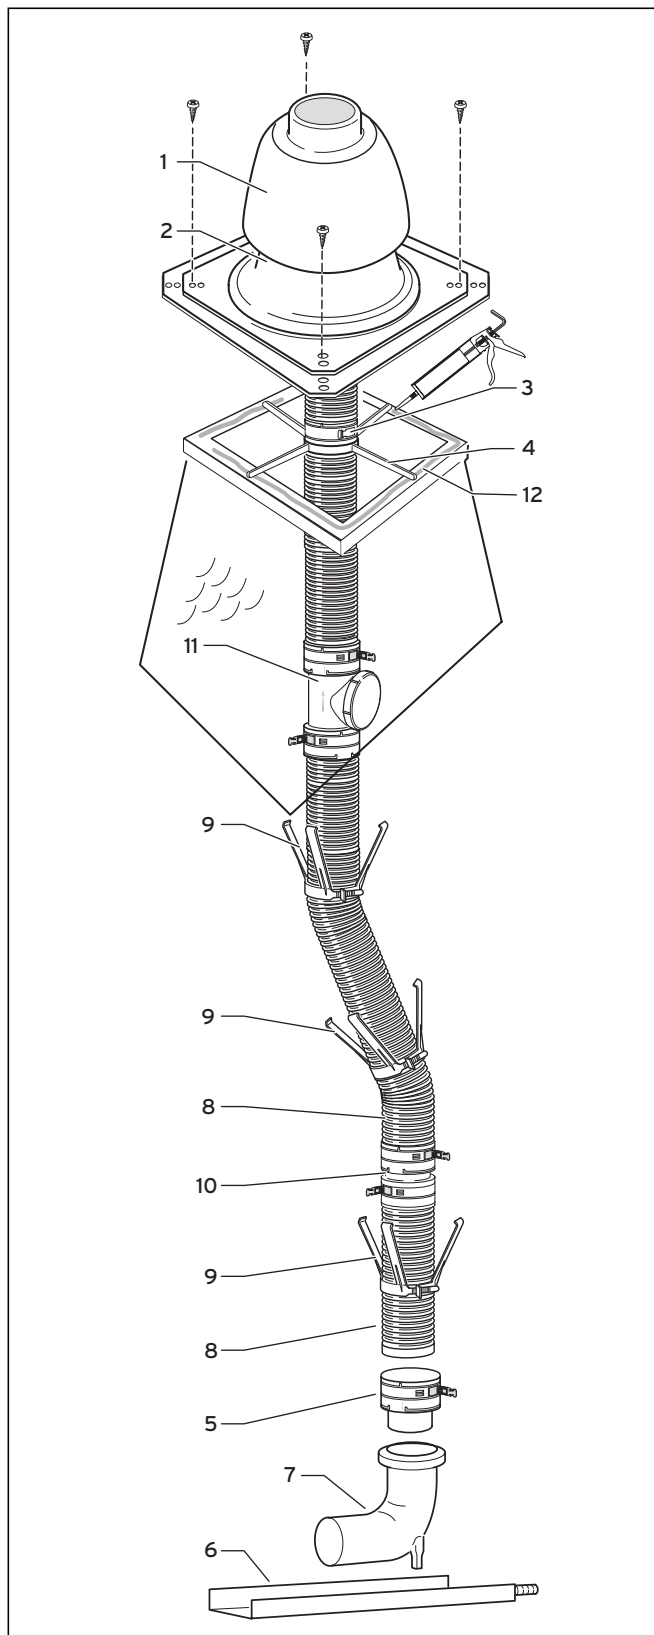

Рис. 4.37 Системная конструкция гибкого отвода ОГ
- Надвиньте нижний конец отвода ОГ (8) до упора во вставной элемент (5) и закрепите его защелкивающимися запорами.
- Смонтируйте распорки (9, → рис. 4.37) на расстоянии не более 2 м у отводов ОГ.
- Сдвиньте монтажную крестовину (4) над отвод ОГ (8), на стенку шахты (→ рис. 4.37).
- Сдвиньте подсоединительное кольцо (3) над отвод ОГ (8) и зафиксируйте его замком над монтажной крестовиной (4). Выпускной газопровод висит в монтажном кресте.
- Уплотните устья (12) силиконом.
- Закрепите основание шахтной насадки (2) четырьмя болтами на краю устья.